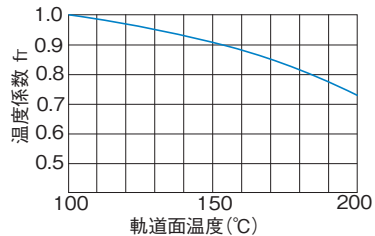

図2 温度係数(f_T)
- f_T : 温度係数 (B10-8 図2参照)
LMローラーを使用する使用環境が100℃をこえるような高温の場合は、高温による悪影響を考慮して図2の温度係数を乗じます。